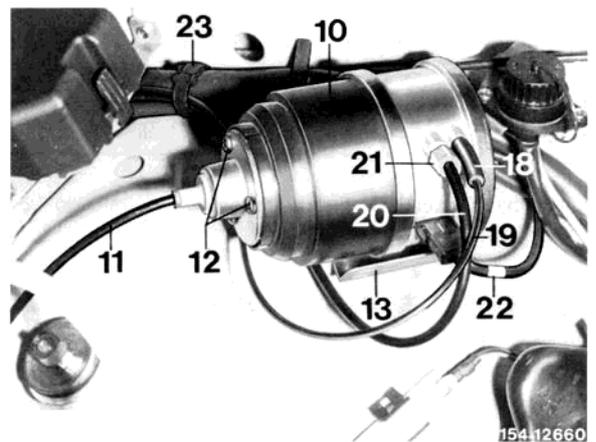

Bild 5
10 Drahtlitze des Seilzuges (11) am Stellhebel des Regelgerätes (10) einhängen, dazu Stellhebel eindrücken. Anschließend Deckel am Regelgerät (10) mit den Schrauben (12) montieren (Bild 5).
11 Regelgerät (10) am Halter (13) mit den Teilen (14 und 15) anschrauben (Bild 5).
12 Halter (13) mit den Teilen (16 und 17) am Rad-einbau anschrauben (Bild 5).
13 Unterdruckleitung (19) 1150 mm lang mit einem 30 mm langen Verbindungsstück (18) am Regelgerät (10) anschließen und zur Gummitülle rechts neben dem Bremsgerät verlegen (Bild 5).
15 Belüftungsleitung (20) in die Gummitülle (a) stecken. Anschließend zum Regelgerät (10) verlegen und mit der Überwurfmutter (21) befestigen (Bild 5 und 6).